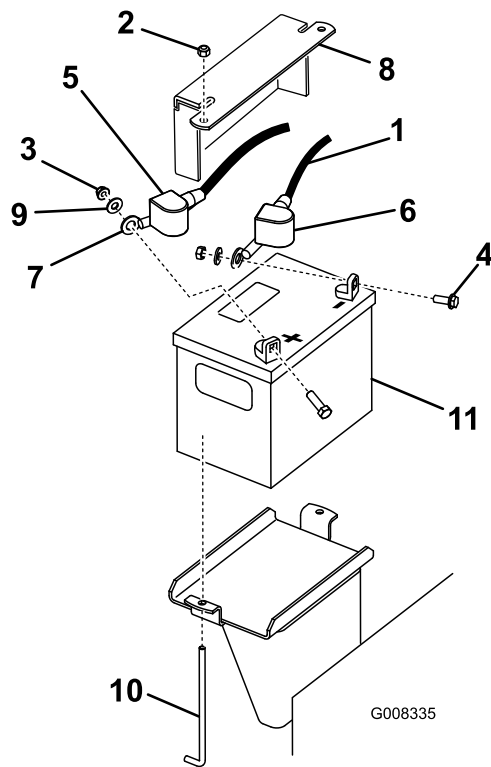

図 49
- マイナスケーブルのゴムカバー黒を外す。バッテリーのマイナス - 端子から、マイナスケーブルを外す 図 49。
- プラス端子赤色から赤いゴムカバーを外す。赤いプラス+ケーブルを取り外す 図 49。
- バッテリーを固定している押さえ板、Jボルト、ロックナットを外す 図 49。バッテリーの取り外し。
- 先ほど取り外したねじ類を再使用して、プラスケーブル赤いケーブルをバッテリーのプラス端子に取り付ける 図 49。
- 先ほど取り外したねじ類を再使用して、マイナスケーブル黒いケーブルをバッテリーのマイナス-端子に取り付ける 図 49。
- 押さえ棒と蝶ナットでバッテリーを固定する 図 49。